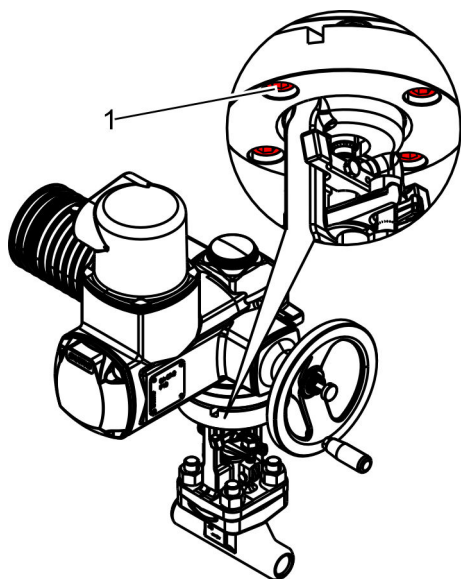

Abb. 36: Schrauben entfernen
2. ➤ Schrauben (Abb. 36/1) des elektrischen Antriebs lösen und samt Scheiben entfernen.